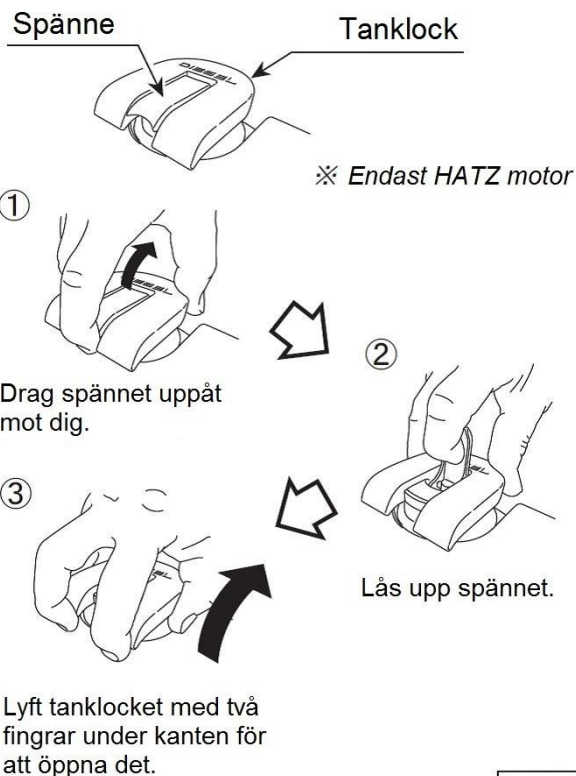

Fig. 5
- Tanklocket på en Hatz motor har ett spänne som måste lossas innan tanklocket kan öppnas. (Fig. 5)